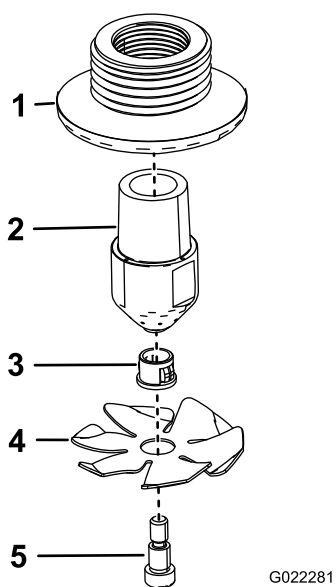

Figura 17
1. Assemblate i 2 ugelli di lavaggio come illustrato in Figura 17.